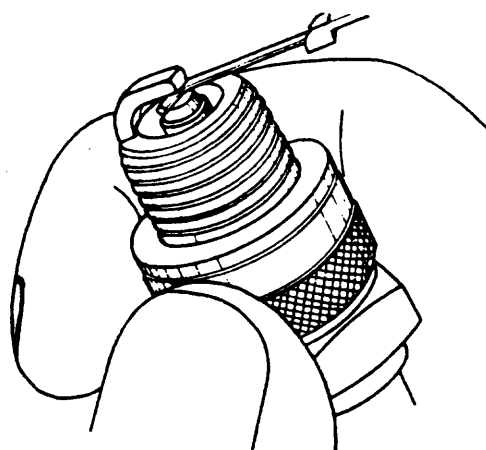

Fig. 5
- b Calibre los electrodos (fig.5), según especificaciones.